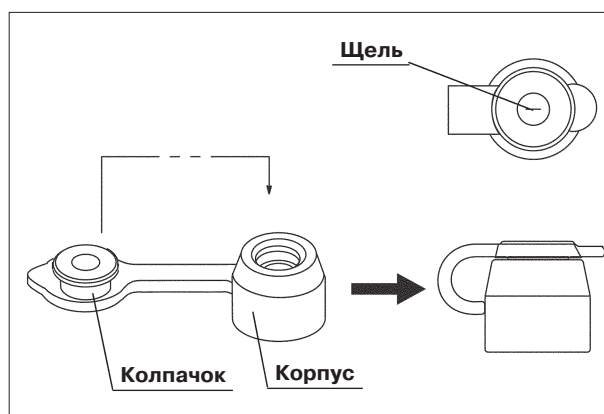

Рис. 3.7
2. Присоедините колпачок к корпусу (см. рис. 3.7).
1. Вставьте аспирационный клапан в отверстие цилиндра аспирационного клапана на эндоскопе, совмещая плечо на корпусе клапана с белой меткой на эндоскопе (см. рис. 3.7).